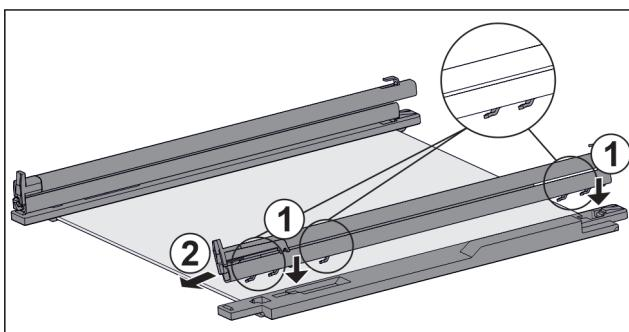

Fig. 46 Sklenená doska s koľajničkami a prídržnými dielmi
- Nasadte háky koľajničky na otvory **ľavého** prídržného dielu. Fig. 46 (1)
- Potiahnite koľajničku dopredu. Fig. 46 (2)
- Nasadte háky koľajničky na otvory **pravého** prídržného dielu. Fig. 46 (1)